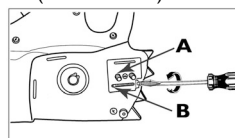

Fig. 3A
- Verwenden Sie einen geraden Schraubendreher oder den Schraubenschlüssel, sofern er Ihrer Ausrüstung bei-liegt, drehen Sie die Kettenjustierschraube (A) gegen den Uhrzeigersinn so weit es geht oder bis der Mitnehmer (B) (hervorstehende Zacke) am Ende seines Weges angelangt ist. (Siehe Abb. 3A)
- Zum Entfernen des Seitenschutzes (A) drehen Sie den Knopf (B) gegen den Uhrzeigersinn. (Siehe Abb. 3A)
- Lockern Sie die Stangensicherungsmuttern (J), so dass sie handfest sind. (Siehe Abb. 3A)